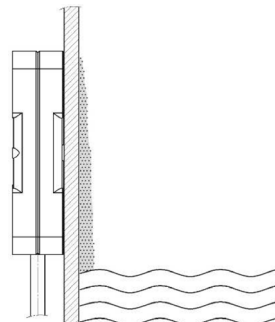

Bild 5-2: Leerabgleich mit Anhaftungen
1. Medium/Füllstand befindet sich *nicht* im Erfassungsbereich (siehe Bild 5-2).